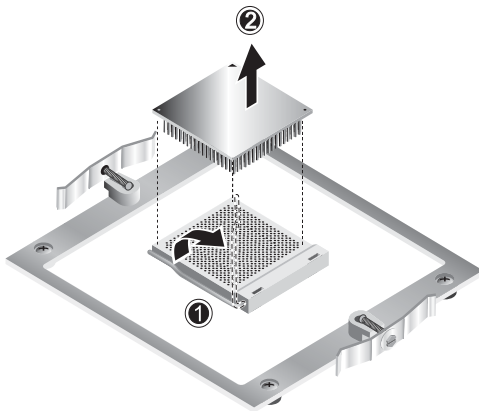

РИСУНОК 4-10 Извлечение процессора
10. Сначала ослабьте, затем переведите фиксирующий рычаг разъема процессора полностью в вертикальное положение (см. РИСУНОК 4-10, элемент 1).